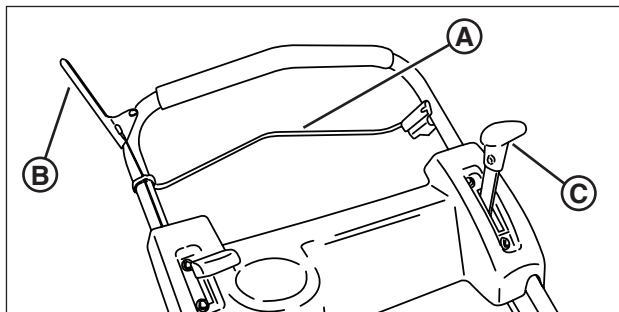

Figure 1: Commandes de tondeuse
2. Vérifiez le contrôle de lame (**A**, **Figure 1**), la commande d'entraînement (**B**), ainsi que la commande de vitesse de déplacement (**C**) pour vous assurer qu'elles fonctionnent librement.